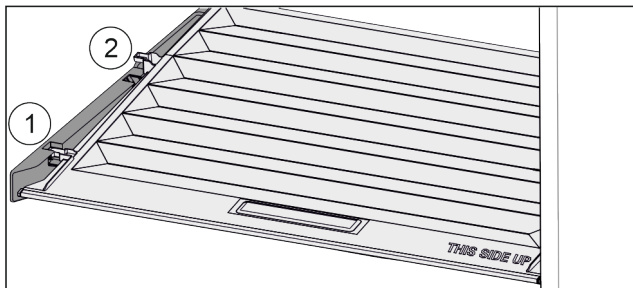

Fig. 74
- ▶ Издърпайте напред Fig. 74 (1) капака до отвора в задържащите части.
- ▶ Повдигнете го отзад отдолу и отстранете Fig. 74 (2) нагоре.